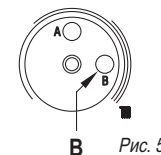

Рис. 5
- 1) Вращайте триммер настройки теплоотдачи котла против часовой стрелки до упора (В, рис. 5); вентилятор работает на минимальной мощности.